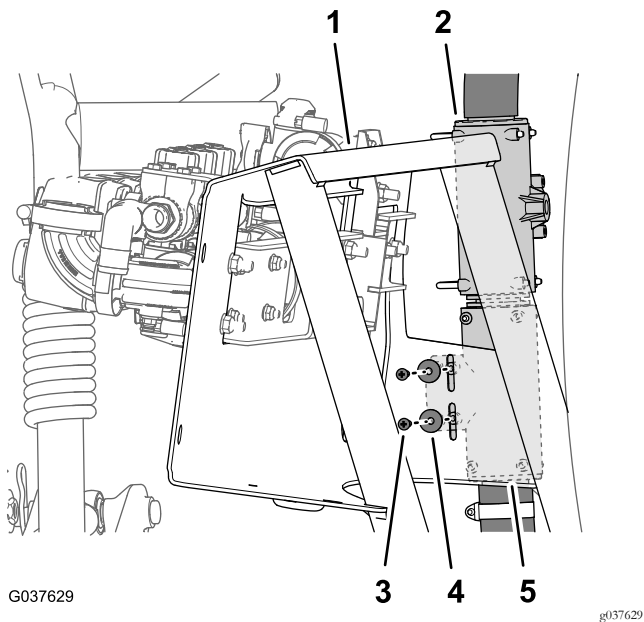

图51
4. 将下 T 形接头中的孔与阀门安装架上的槽对齐 图51。